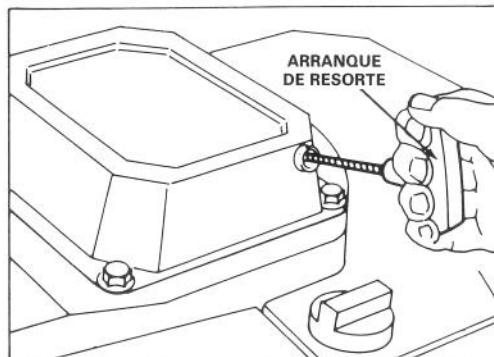

Figura 11
3. ARRANQUE A MANO - Mover el acelerador a la posición ESTRANGULADOR DE AIRE. Tirar del arranque a mano (Figura 11) y regular el acelerador a voluntad cuando arranque el motor.